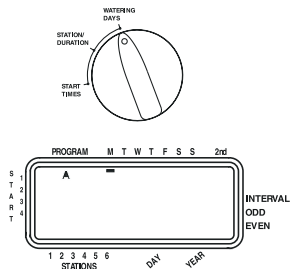

Ilustración 7: Pantalla LCD con días de riego
- Haga girar el dial a **Días de riego** en el programa A. La pantalla mostrará una "A" y el cursor parpadeará debajo de los días de la semana **M, T, W, T, F, S, S** (lunes, martes, etc.) [Vea la ilustración 7].